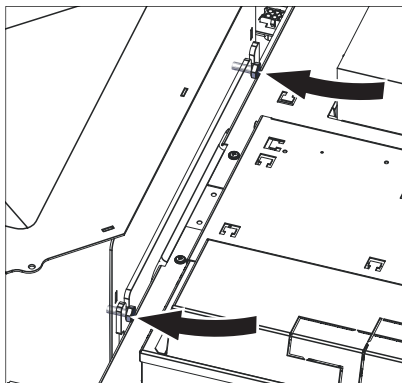

Fig. 38 Vorratsbehälter oben Schrauben **vorerst nur handfest eindrehen**
- Bei Vorratsbehälter oben 2 Stk. Sechskantschrauben M8x20 **vorerst nur handfest eindrehen** – Fig. 38.